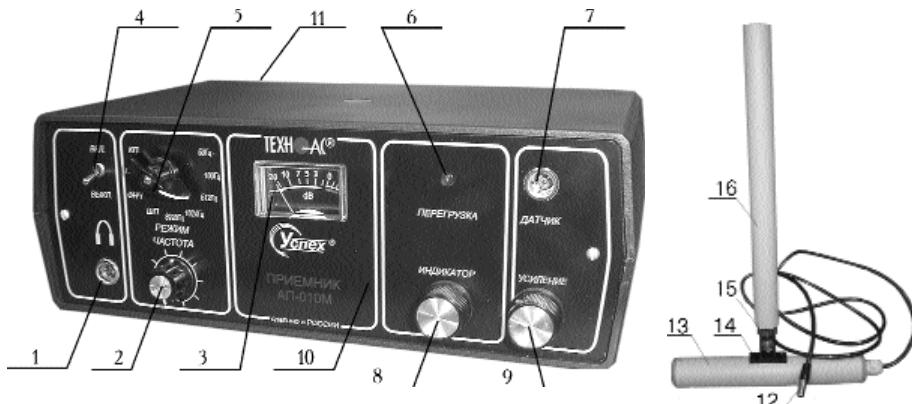

Рис. 2. Основные части прибора и органы управления
Составные части прибора и органы управления приведены на рис.2.
Через разъем поз.1 рис.2 к прибору подключаются головные телефоны. Следует отметить, что в разъеме головных телефонов впаяна перемычка, через которую в прибор поступает напряжение питания. Без подключения головных телефонов приемник будет обесточен.
Через разъем для подключения датчиков поз.7 рис.2 осуществляется подключение к приемнику датчиков (акустического, электромагнитного, контроля качества изоляции, клещей индукционных).
Включение прибора осуществляется тумблером выключателя питания поз.4 рис.2. Выбор режима работы осуществляется переключателем режима работы поз.5 рис.2.
Переключателем выбора частоты среза поз.2 рис.2 выбирается частота среза фильтров в режимах "ФНЧ", "ПФ" тескоискателя в десяти частотных диапазонах.
По стрелочному индикатору поз.3 рис.2 оператор контролирует максимальное показание сигнала, подаваемое на головные телефоны. Особенно полезен стрелочный индикатор в режиме трассоискателя, так как по стрелочному индикатору более точно определяется месторасположение трассы, чем по звуковому сигналу в головных телефонах оператора.
Ручки регулировки усиления поз.9 рис.2 и усиления индикатора поз.8 рис.2 предназначены для регулировки усиления приемника, для вывода информации в удобном виде как на головные телефоны, так и на стрелочный индикатор.
Для исключения влияния импульсных сигналов (помех) на приемник в приборе предусмотрен индикатор пиковой перегрузки приемника поз.6 рис.2. Прибор будет работать с искажением, если индикатор поз.6 рис.2 будет находиться в светящемся состоянии.
- для поиска трубопроводов, находящихся под катодной защитой используется режим "100 Гц". Переводя переключатель поз.5 рис.2 в положение "100 Гц" необходимо снова обследовать местность.